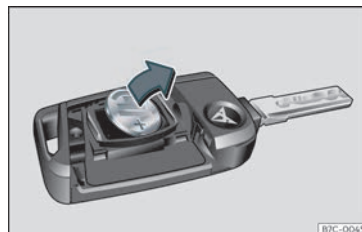

Fig. 73 Chave do vehículo: extracción da pila.
- Retire a pila do compartimento cun obxectivo fino axeitado >>> **fig. 73**.
- Coloque a pila nova tal como se amosa >>> **fig. 73** e prema nela dentro do compartimento da pila no sentido contrario á frecha >>> ①.